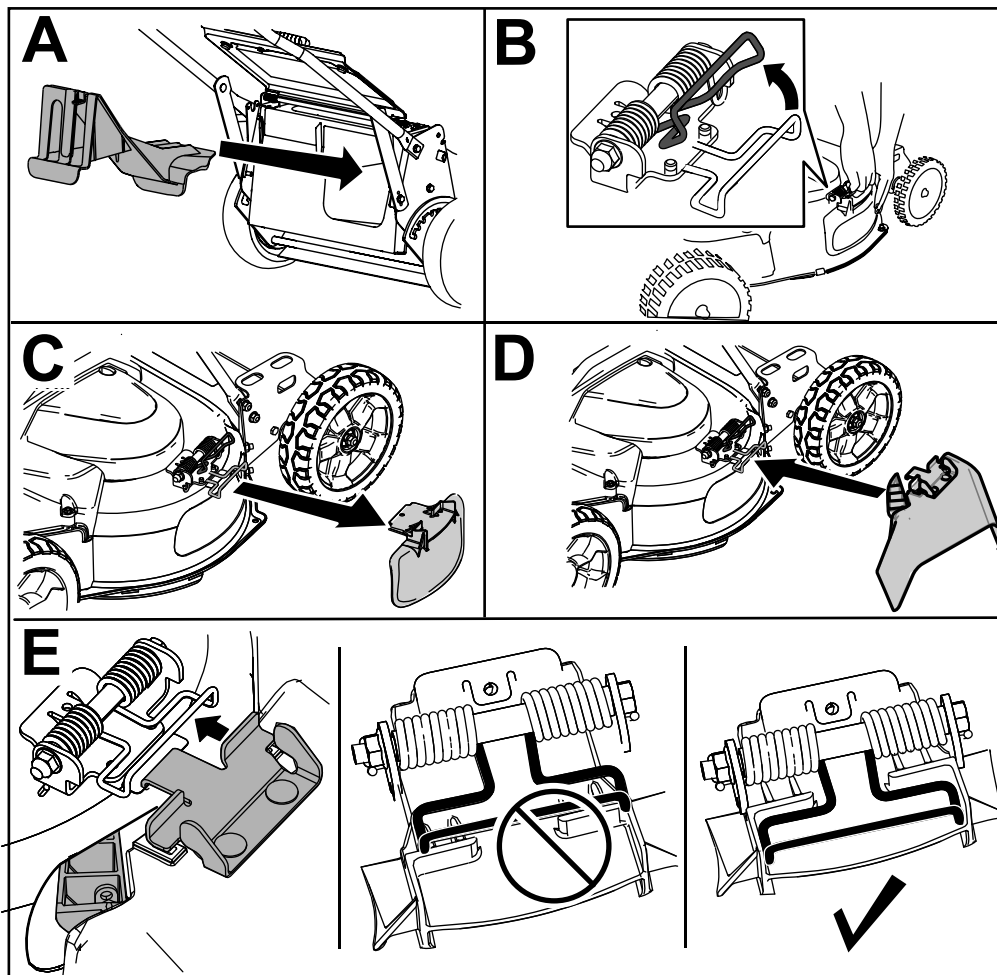

Bild 21
3. Führen Sie die Heckauswurfklappe ein (A in Bild 21).
4. Ziehen Sie zum Entfernen der Heckauswurfklappe die Feder nach oben, mit der das Ablenkblech befestigt ist, und nehmen Sie das Ablenkblech ab (B und C in Bild 21).
5. Ziehen Sie die Feder nach oben, um den Seitenauswurfkanal zu befestigen. Setzen Sie den Kanal auf die Öffnung und senken die Feder über die Nasen oben am Auswurfkanal ab (D und E in Bild 21).